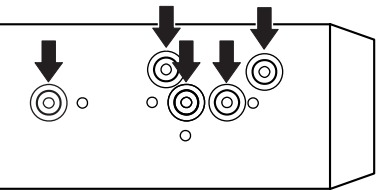
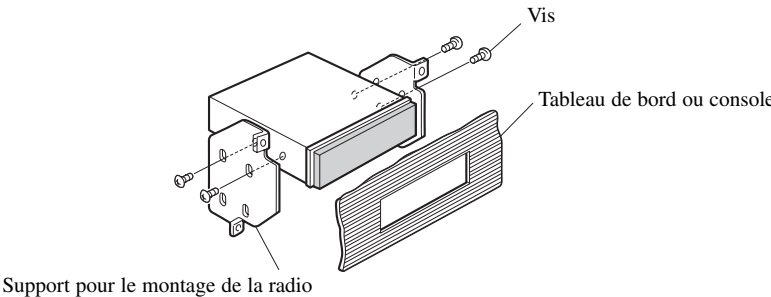

Fig. 7
Fig. 8
2. Fixation de l'appareil au support pour le montage de la radio installée par le constructeur. (Fig. 7) (Fig. 8)